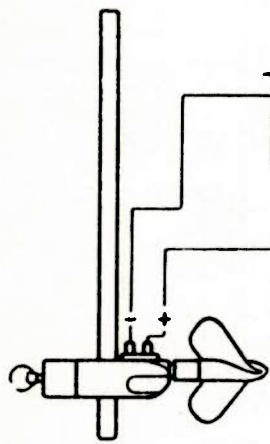
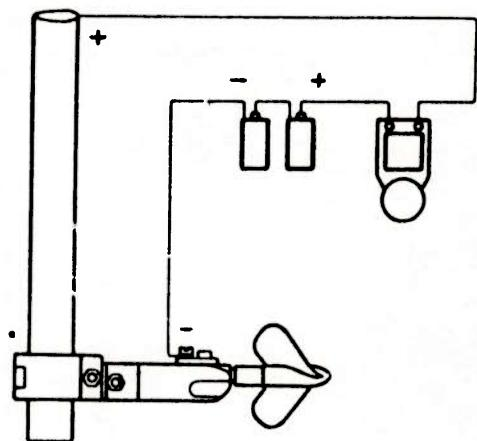

Fig. 108
Fig. 109
Flygel "Arkansas". Tilkobling av elektrisk dobbeltledning hvor den ene ledningen er forsynt med stikkontakt. Se fig. 108. Merk: stikkontakten (34) smøres inn med vaselin.
Flygel "Texas". Tilkobling av elektrisk enkeltledning. Tilbakeledning gjennom stangen. Se fig. 109. Merk: stikken på klemmeskruen (43) og hylsen (39) smøres med vaselin.
Koblingsskjema for signalapparat "Arkansas", fig. 108, og "Texas", fig. 109.